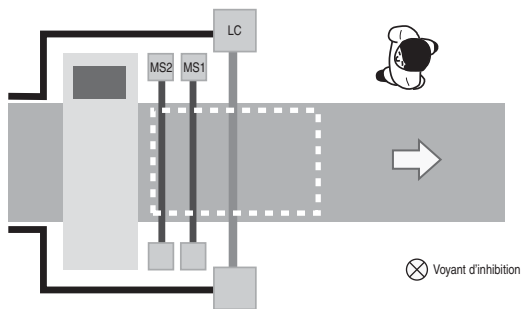

Figure 3 : deux détecteurs de type L avec MSR42
**Composants requis pour un système PAC multi-faisceaux, voir la figure 3 :**